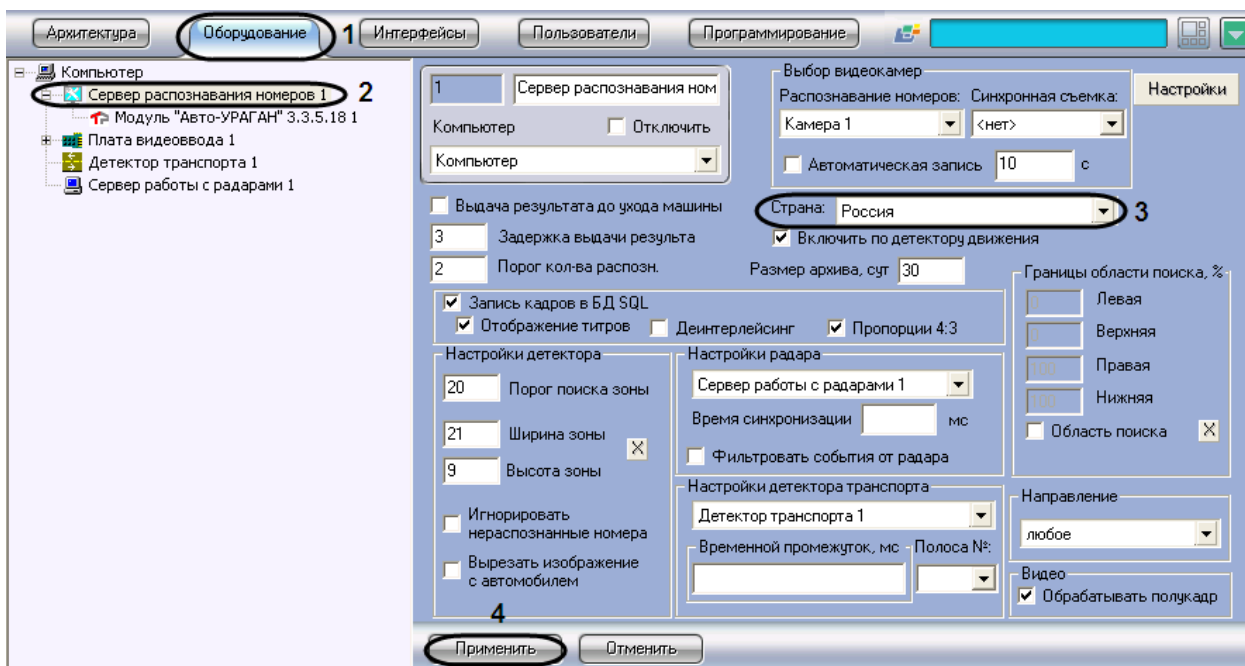

Рис. 7.2—13. Выбор государства-эмитента
1. В диалоговом окне «Настройка системы» перейти на вкладку «Оборудование» (Рис. 7.2—13, 1).
2. В дереве объектов на вкладке «Оборудование» выбрать объект «Сервер распознавания номеров», соответствующий активированному программному модулю «Авто-УРАГАН 3.3.5.18» (см. раздел «Активация программного модуля, используемого для распознавания номеров», Рис. 7.2—13, 2). В правой части вкладки «Оборудование» отобразится панель настройки выбранного объекта.
3. Выбрать государство-эмитент из списка «Страна» (см. Рис. 7.2—13, 3).